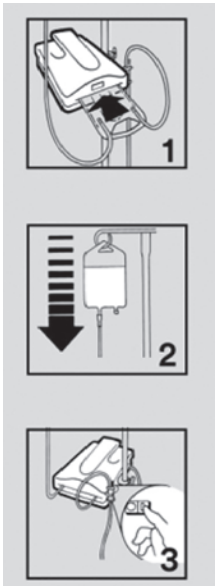

Fig. 4
2. Skjut in kassetten i värmeenhetsens skåra. Kassetten kan bara passa in i enheten på ett sätt (se fig. 4, # 1).
3. Prima värmesatsen. För mer information om priming av apparaten, se instruktionerna som medföljer värmeapparaten (se fig. 4, #2).
5. Anslut strömkabeln till ett lämpligt vägguttag. Slå på enheten (se fig. 4, #3). Efter några sekunder tänds den alfanumeriska displayen. Det tar mindre än 2 minuter att värma upp till börvärdetemperaturen 41 °C.